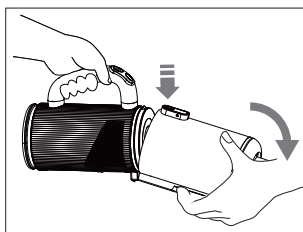

Fig. 24 – Apertura del contenitore della polvere
- ▶ Premere il tasto di sblocco del contenitore della polvere per abbassarlo (**vedere Fig. 24**).